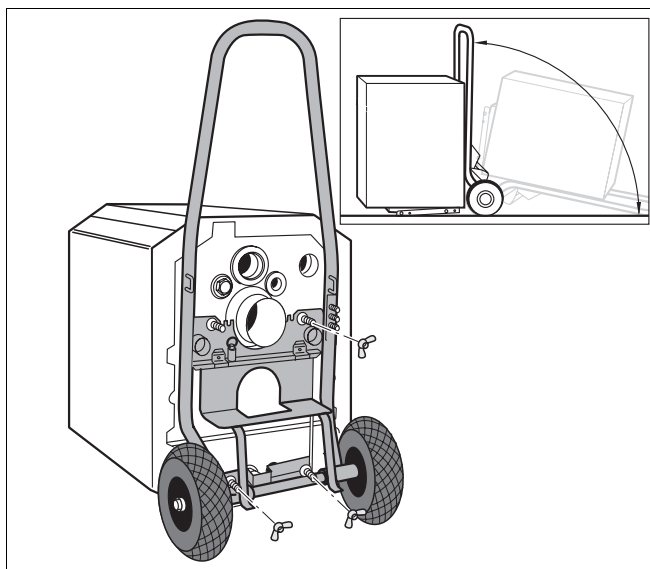

Рис. 9 Транспортировка отопительного котла на тележке
- Наклонить котел, используя какое-либо транспортное средство (→ рис. 9, стр. 20) или подложив деревянный брус.